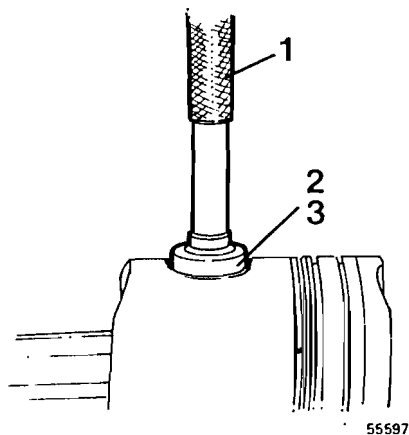

Fig. 109
- 36 Quitar los anillos de seguridad del bulón, del pistón y quitar el bulón golpeándolo con cuidado con un mandril y placas de mandril, véase la fig. 109.